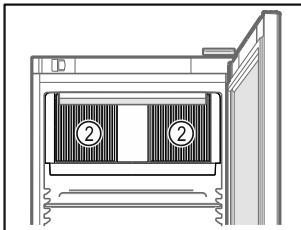

Fig. 79
- 内部循环风机的通风槽 Fig. 79 (2) 保持畅通。